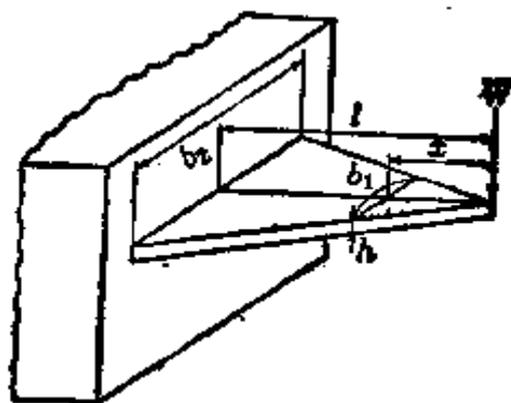
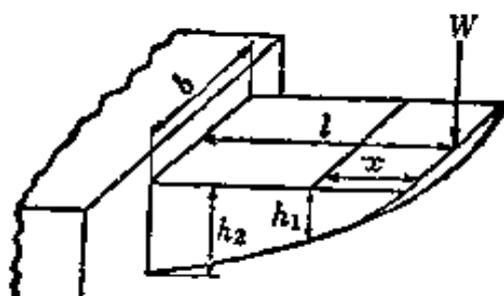
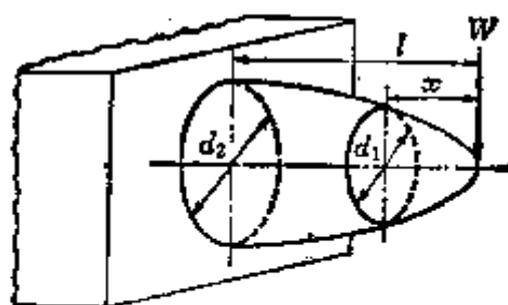

图2.21 厚度不变的等强度悬臂梁
图2.22 宽度不变的等强度悬臂梁
图2.23 圆形截面的等强度悬臂梁
**【解说】** 梁的截面沿梁的全长如果是相同的话, 因为截面是根据危险截面的弯曲应力决定的, 则除了危险截面以外, 其余各截面的强度过大而材料不经济, 因此, 使截面模量  $Z$  ( $\text{cm}^3$ ) 也随着弯矩  $M$  ( $\text{kgf}\cdot\text{cm}$ ) 的变化而变化, 让截面的形状连续地变化, 使发生在梁上的弯曲应力  $\sigma$  ( $\text{kgf}/\text{cm}^2$ ) 值一定, 将这种梁称为等强度梁。图2.21是厚度不变的矩形截面梁; 图2.22是宽度不变的矩形截面梁; 图2.23是圆形截面梁。公式从附表4可查出。
**【解答】** 将  $h = 1\text{cm}$ ,  $l = 50\text{cm}$ ,  $W = 100\text{kgf}$ ,  $\sigma_s = 400\text{kgf}/\text{cm}^2$ ,  $E = 2.1 \times 10^6\text{kgf}/\text{cm}^2$  代入 (1) 式, (2) 式, 得